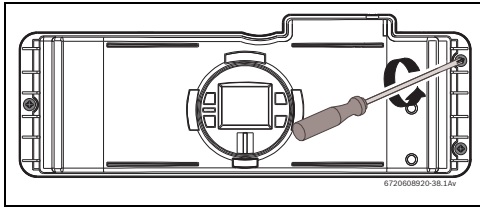
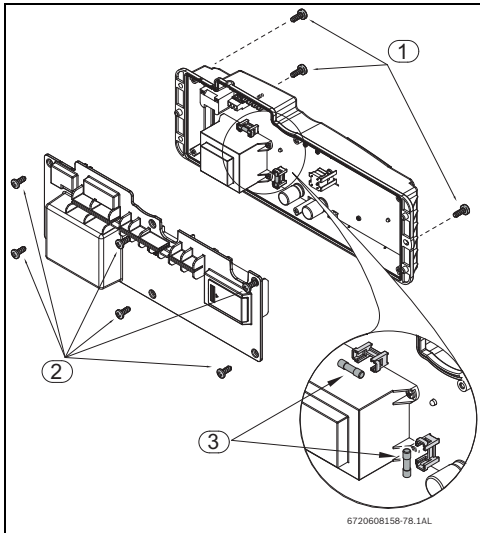

Fig. 48
Fig. 49 Ubicación de los fusibles
- ▶ Aflojar tres tornillos en la parte delantera de la caja electrónica (Fig.48 y Fig.49, pos. 1).
- ▶ Halar la caja electrónica para acceder a los seis tornillos en la parte posterior y retirarlos (Fig.49, pos. 2).